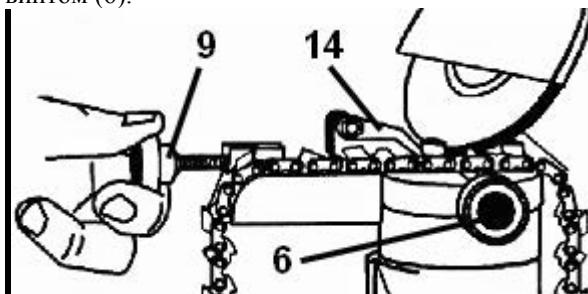

Рисунок 6
5.3.2 Настройте установочный клин (14) с помощью установочного винта (9), чтобы клин (14) располагался впритык к затачиваемому звену и не давал цепи передвигаться в процессе заточки (Рис. 6). Зафиксируйте это положение винтом (6).